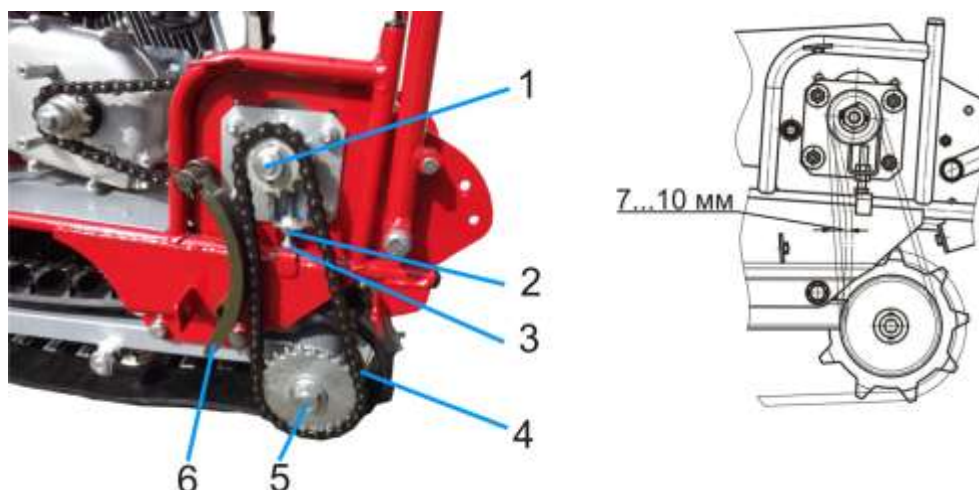

Рис. 7. Проверка натяжения цепи привода ведущего вала
Натяжение цепи привода ведущего вала регулируется перемещением оси промежуточного вала. Для компенсации растяжения цепи и для снижения вибрации при торможении мотобуксировщика применен башмак поз. 6 (рис. 7) натяжения холостой ветви цепи. Для регулировки натяжения цепи привода ведущего вала следует :
- снять или отвести башмак 6 (рис. 7);
- ослабить контргайку 2 (рис. 7) и четыре гайки крепления опоры промежуточного вала;
- перемещая ось промежуточного вала 1 (рис. 7) регулировочным болтом 3 (рис. 7) добиться, чтобы стрела прогиба холостой ветви цепи составляла 7...10 мм;
- завернуть контргайку 2 (рис. 7);
- вернуть на прежнее место башмак 6 (рис. 7);